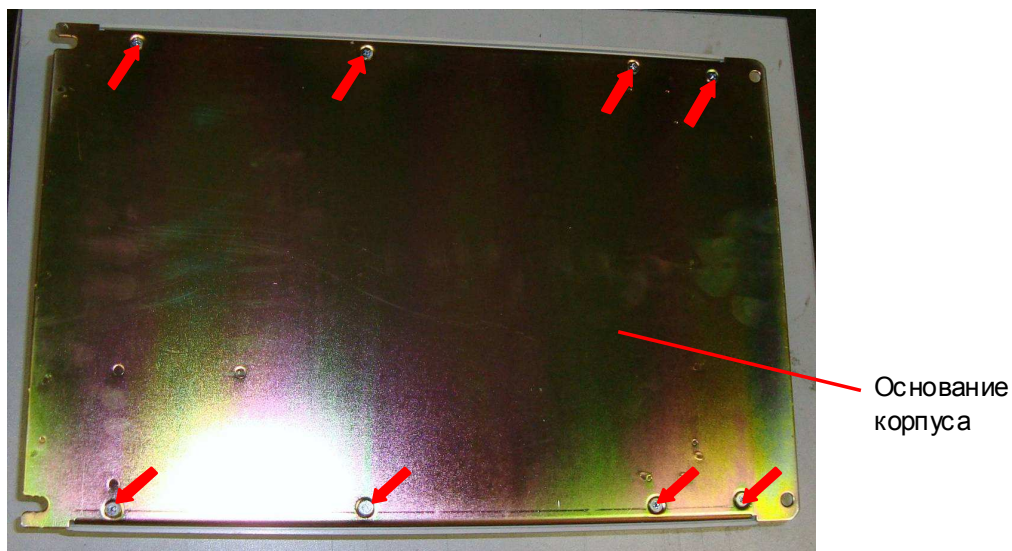
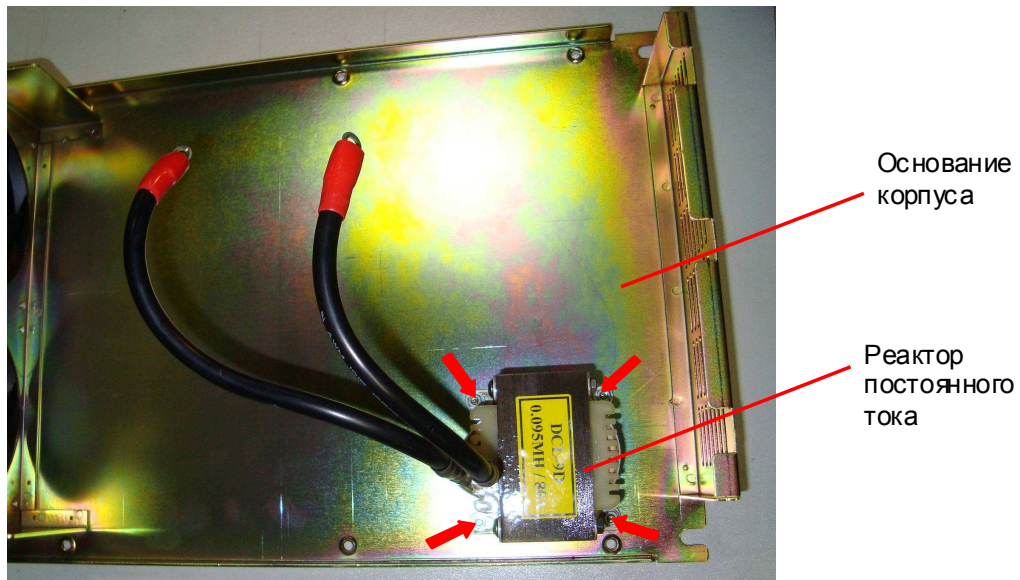

Рис. 6.20
Рис. 6.21
6.14.3. Выкрутить 8 винтов (рис. 6.20, красные стрелки), демонтировать основание корпуса вместе с установленным реактором постоянного тока (рис. 6.21).
6.14.4. При необходимости демонтажа реактора постоянного тока отвернуть 4 гайки крепления (рис. 6.21, красные стрелки) и снять реактор.